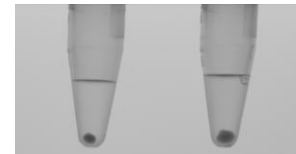

Abb. 1: empfohlene Pelletgrößen
- 50 – 200 µl von Anstellhefe, um nach der Zentrifugation ein Pellet von maximal 2 mm zu erhalten (vgl. Abb. 1)
3. Die Größe des Pellets kontrollieren, es enthält die Bakterienzellen aus der Probe. Das Pellet darf eine Größe von ca. 2 mm Durchmesser nicht überschreiten (siehe Abb. 1). Falls nötig, einen Teil vom Pellet mit dem Überstand werfen